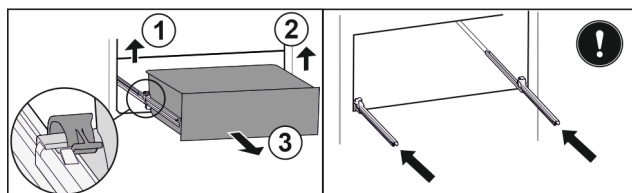

Fig. 154
- ▶ 提起左侧夹子，同时将抽屉左侧向前拉。 Fig. 154 (1)
- ▶ 提起右侧夹子，同时将抽屉右侧向前拉。 Fig. 154 (2)
- ▶ 朝前取出抽屉。 Fig. 154 (3)